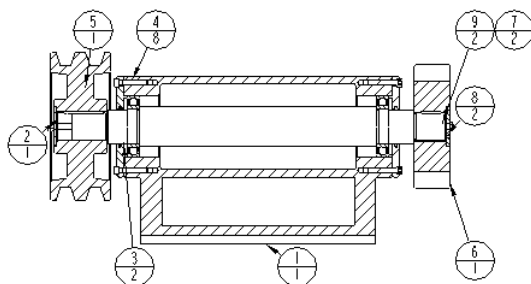

图 8.7.14 合并 BOM 球标
Step3. 在系统 **选择要进行合并的数量球标。** 的提示下，选取视图中的球标 9，选取的两个球标被并列排列到了一起，合并结果如图 8.7.14 所示。